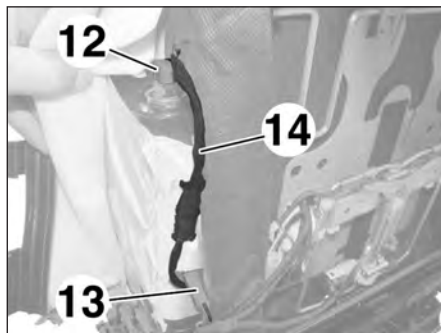

FIG.12
- le connecteur (12) (Fig.12),
- le fil de masse (13).
- Dégrafer le faisceau électrique (14) d'airbag.